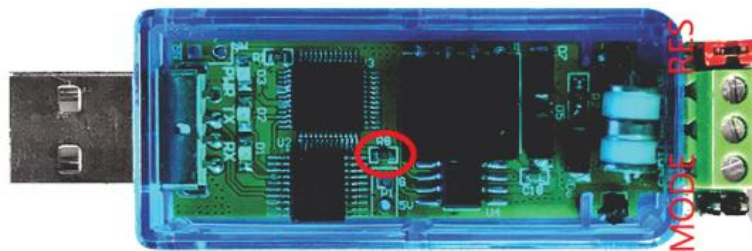

图 3-5 USB 转 CAN 模块上拉电阻及跳帽位置
1. 该 USB 转 CAN 模块内部有一个上拉电阻（图 3-5 中红色圈所在位置），用来实现软件设置模块的工作模式（配置模式或工作模式），一般情况下用户无需使用该功能，最好使用前将该电阻去掉（可使用者自己去掉出，也可下单前叫商家去掉），否则将影响正常使用。